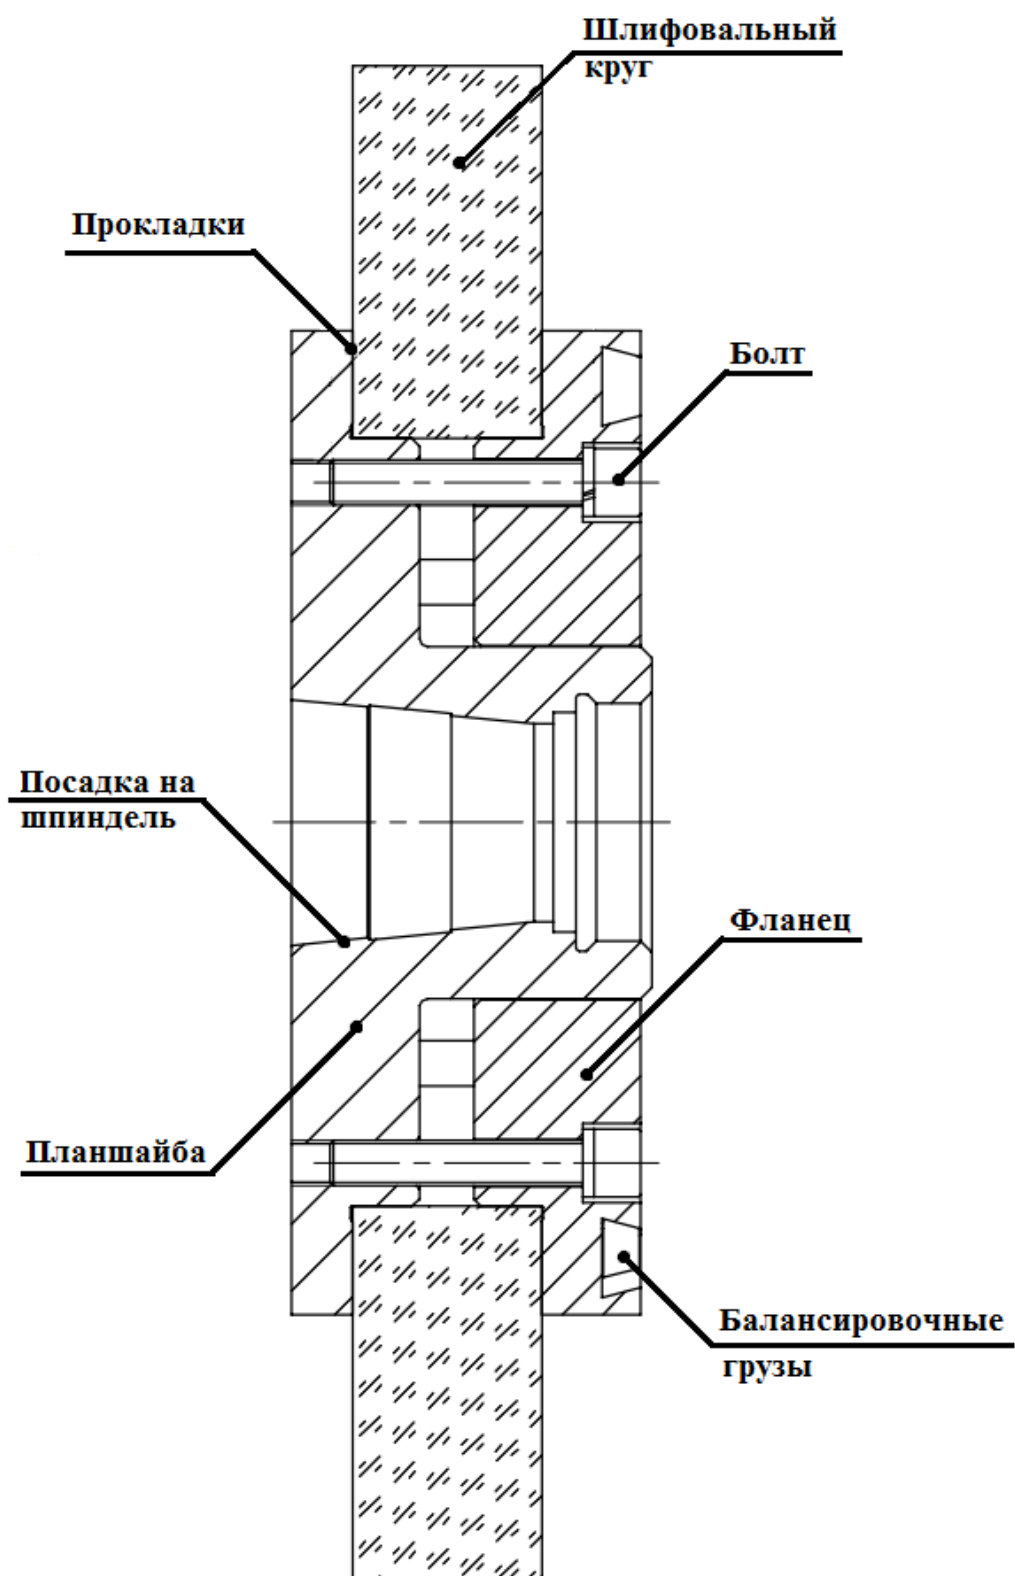

Рис. 2 Крепление шлифовального круга.
2.2.1 Крепление шлифовального круга (рис.2)